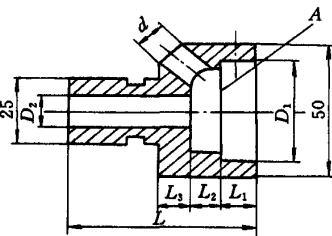

图 3
(2) 导向套(见图3) 导向套材料可以用 45 钢调质处理制成; L_1 略大于板牙厚度; $L_2 = 5 \sim 8\text{mm}$; $L_3 = 5 \sim 8\text{mm}$; L = 工件直径的 4~5 倍; D_1 为板牙外径; D_2 为工件直径(8 级精度配合); D_1 、 D_2 要求同心,并与 A 面垂直; $d = 8 \sim 10\text{mm}$ 。
(3) 刀柄安装及调整 为保证板牙车削细长轴的顺利进行,还必须注意两点:其一,尾座与主轴的中心线必须与床身导轨平行,两平面内的平行度均小于 0.03mm;其二,刀柄内孔中心线应与上述中心线重合。